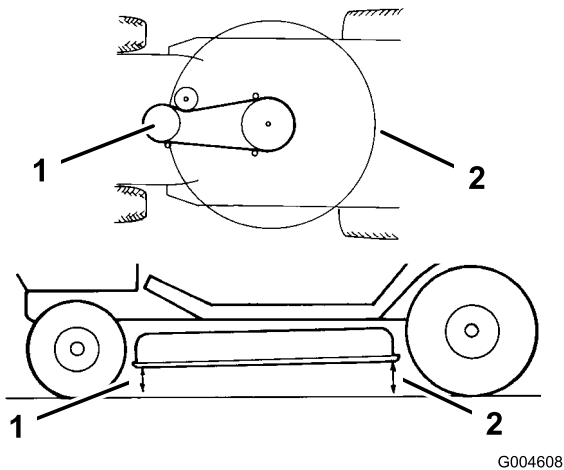

Bild 43
10. Messen Sie zur Kontrolle der Schnittmesserneigung in Längsrichtung den Abstand zwischen der Mähwerkunterseite (Mitte vorne und Mitte hinten) und der ebenen Oberfläche (Bild 43). Stellen Sie, wenn die Vorderseite des Mähwerks mehr als 16 mm tiefer liegt als dessen Hinterseite, die Schnittmesserneigung gemäß der Arbeitsschritte 11 bis 17 ein.